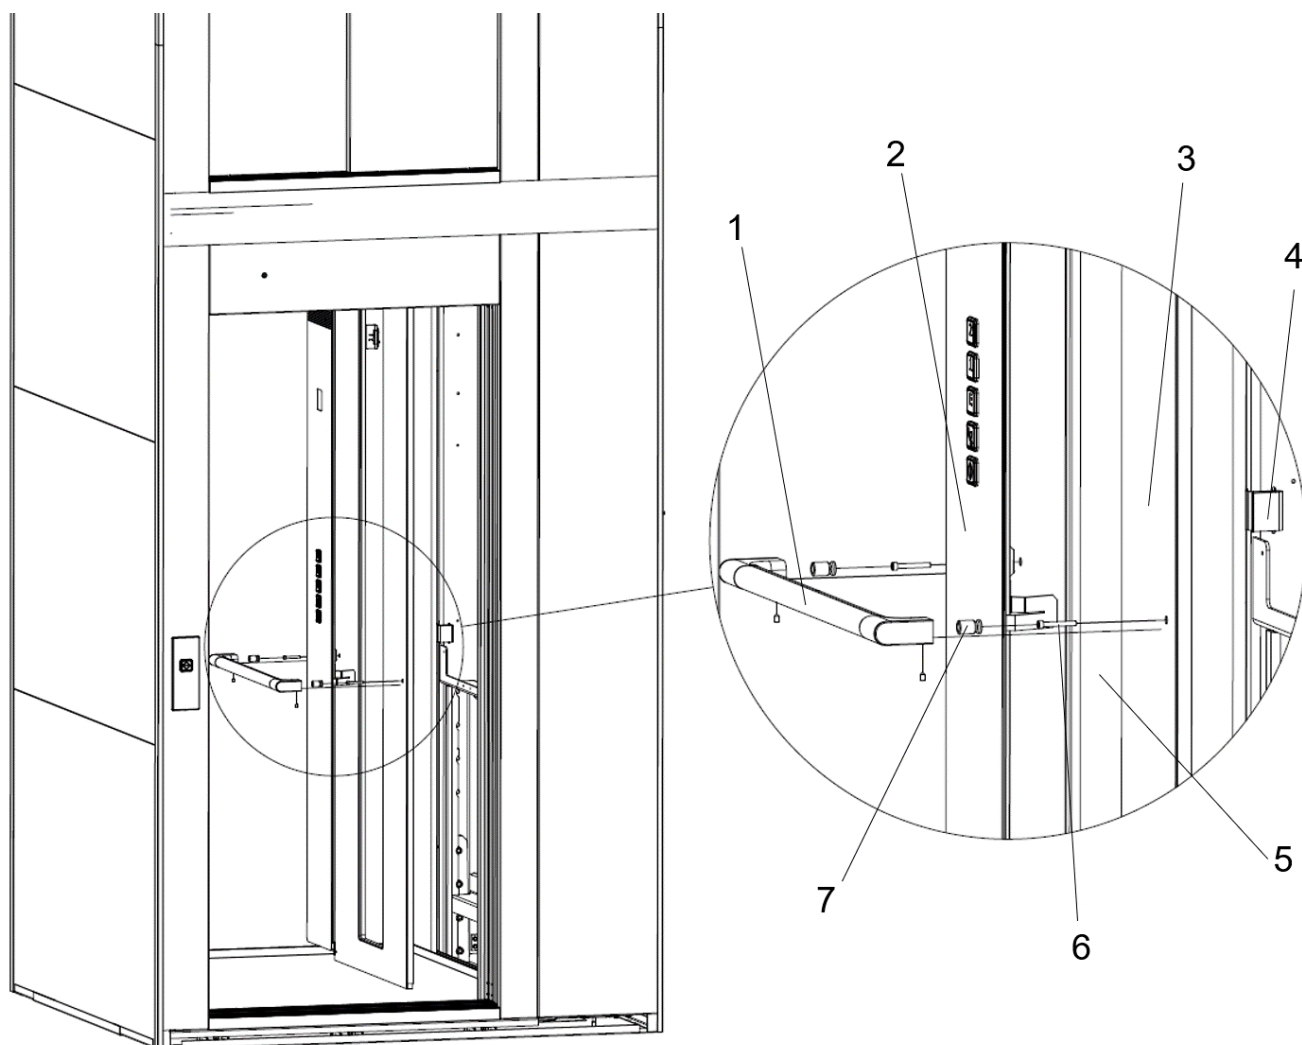

Fig. 23 Afmontering af det midterste vægpanel på D-siden
1. Fjern gelænderet (1) og betjeningspanelet (2) som beskrevet ovenfor.
2. Fjern gelændermufferne (7) ved at løsne skruerne (6), se Fig. 23.
3. Ræk ind i betjeningspanelets hul (5) og pres på de små vægbefæstigelses (4), som holder det midterste vægpanel (3), således at vægpanelet løsner sig fra vægbefæstigelsesne. Løft væg panelet op og ud.